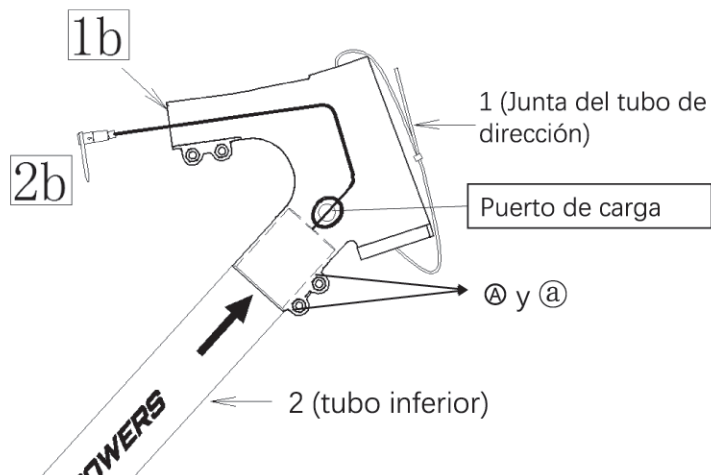

Figura 4. Insertar la Parte 2 en la Parte 1
d. Insertar la Parte 2 en la Parte 1 pero sin apretar aún los tornillos ④ y ⑤ que ya se han instalado en la Parte 1, como se muestra en la Figura 4.